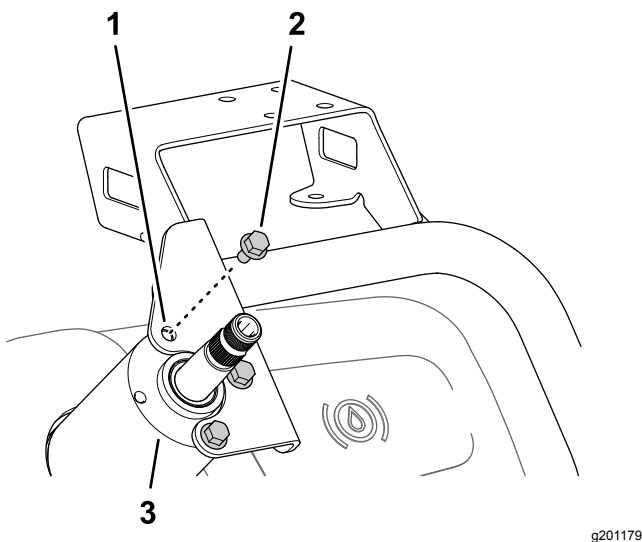

Figura 161
2. Instale a montagem do monitor na caixa da válvula da direção (**Figura 161**) com os 3 parafusos de cabeça flangeada (6 x 12 mm).